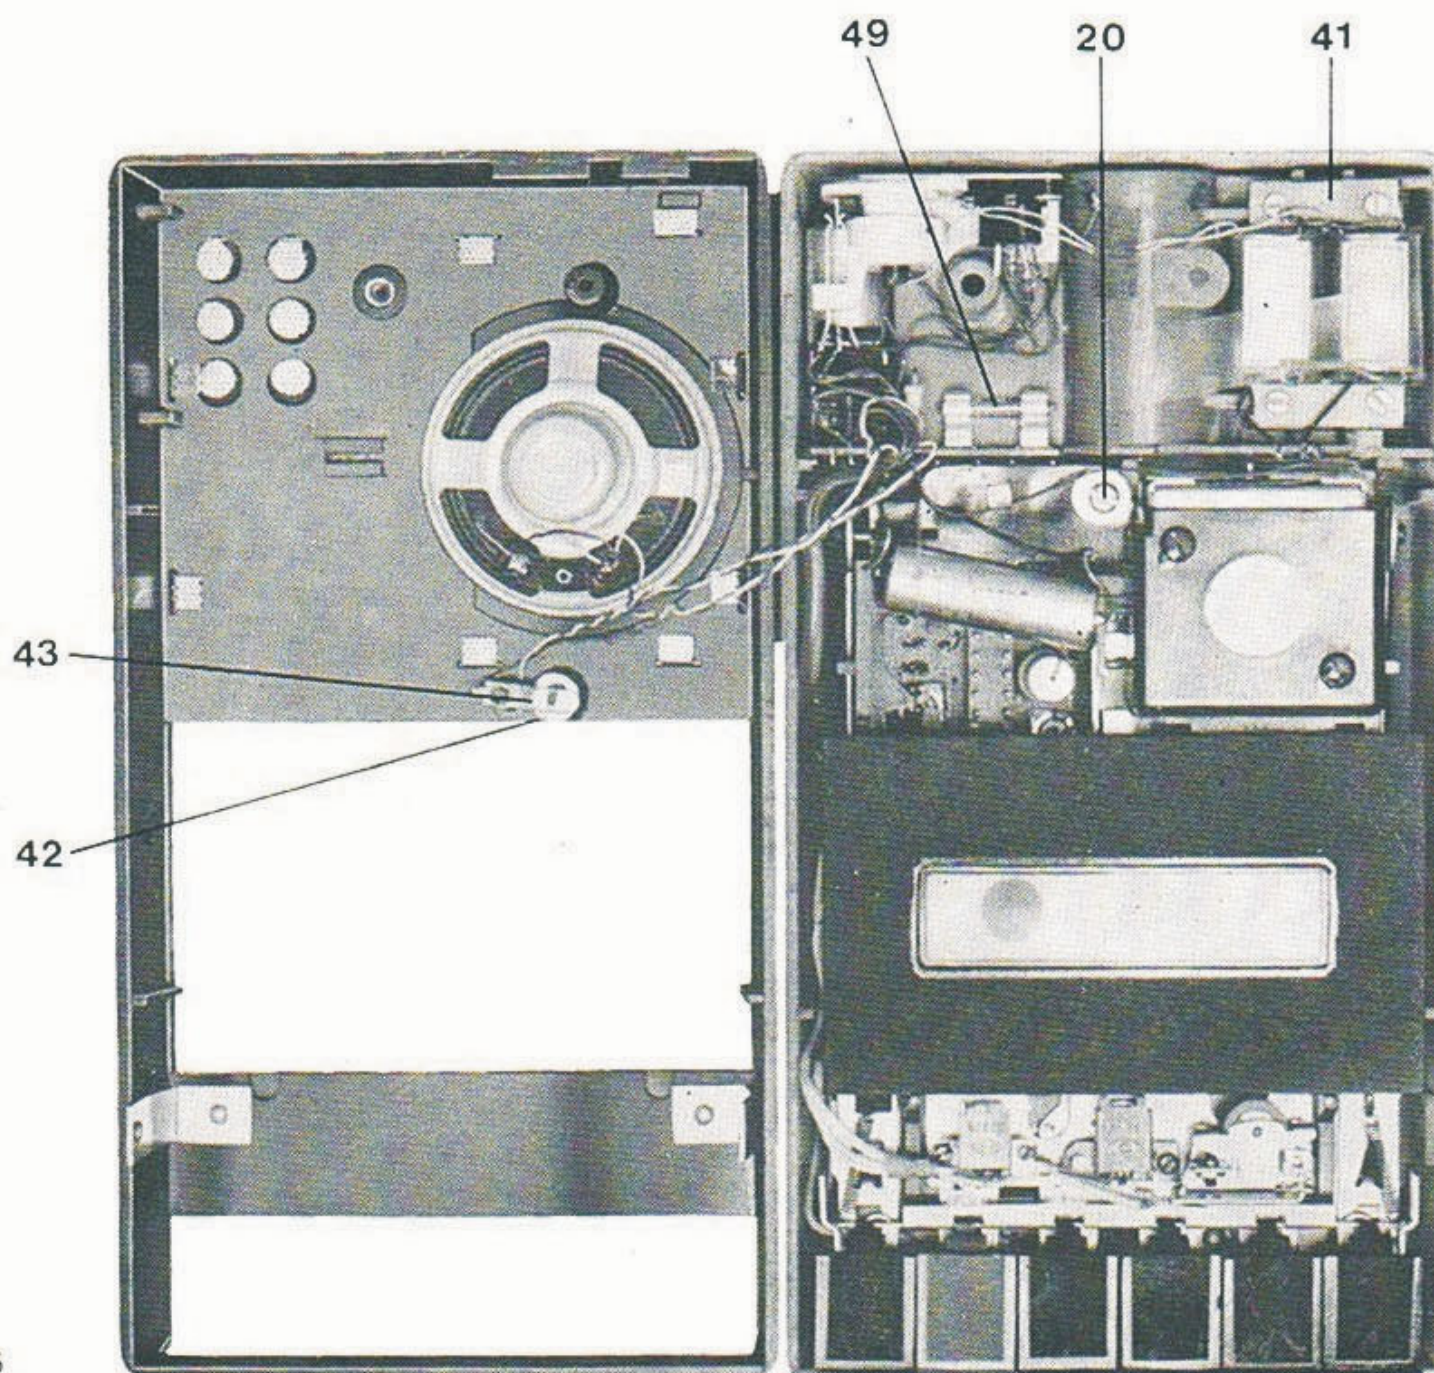

Abb. 6
Zum Öffnen des Gerätes sind zunächst die Batterien herauszunehmen und die beiden in der Batteriekammer sichtbaren Schlitzschrauben (18) zu entfernen. Anschließend ist das Gerät in Normallage zu bringen, und es können die beiden seitlichen Befestigungsschrauben (19) herausgeschraubt werden. Nachdem nunmehr der Kassettenauswurf betätigt und ggf. die Kassette entfernt wird, kann bei geöffnetem Kassetten-deckel die obere Gehäuseschale in nach hinten geneigter Stellung vorsichtig abgehoben und, soweit es die Verbindungsleitungen zum Lautsprecher und der Kontrollampe gestatten, neben das Gerät gelegt werden. Abb. 6 zeigt das geöffnete Gerät.
Der Netztrafo (41) kann nach Ablösen der Litzen und Lösen des Klebebandes herausgenommen und gegen einen anderen ausgetauscht werden (s. Abb. 6).
Die Zwerglampe kann nach Abschnen der länglichen Kontaktfeder (43) aus der Halterung (42) herausgenommen werden. Beim Einsetzen einer neuen Kontrolllampe ist darauf zu achten, daß die Lötstelle durch die Aussparung des anderen Kontaktes geführt wird (Abb. 6).
Die Sicherung (49) wird in bekannter Weise im Bedarfsfall ausgetauscht (Abb. 6).